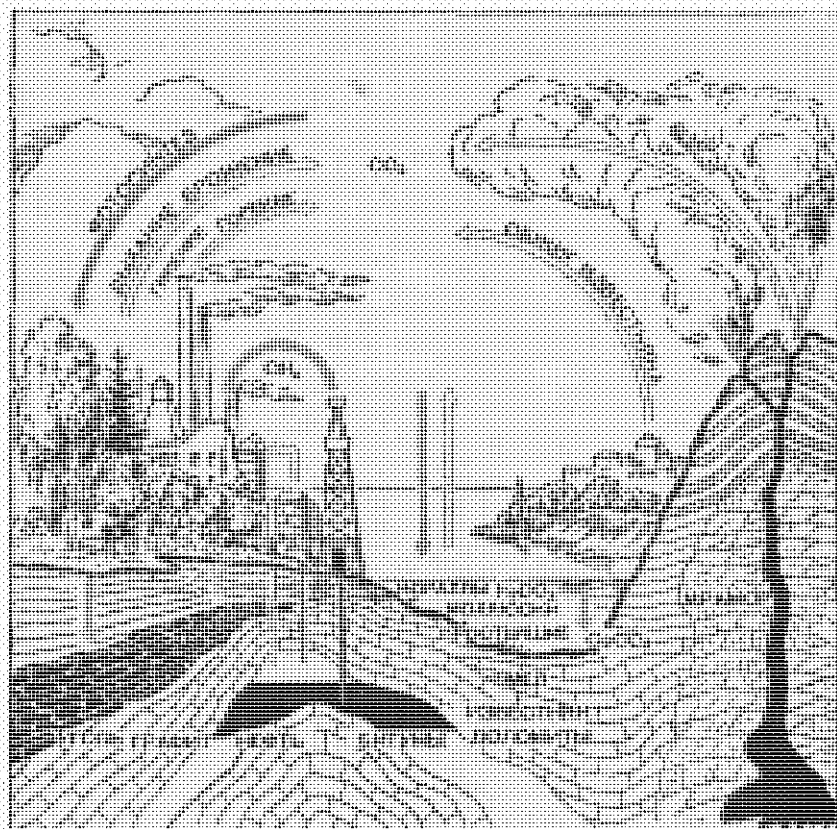

Рис. 113. Круговорот углерода в природе.
ческие вещества разрушаются при сгорании топлива, при дыхании и гниении. Вместо них образуются более простые вещества, в том числе оксид углерода (IV). Оксид углерода (IV) выделяется также в процессах разложения некоторых неорганических веществ, например при обжиге известняка. Однако его количество в атмосфере увеличивается очень медленно¹. Это объясняется тем, что оксид углерода (IV) участвует в фотосинтезе и атомы углерода снова переходят в состав органических веществ растительного мира. Многие из них употребляются в пищу животными и человеком. В результате разложения без доступа воздуха остатков дренных животных и растений образовалась нефть, а из растительных остатков — каменный уголь и торф. Так происходит непрерывный круговорот углерода в природе (рис. 113).